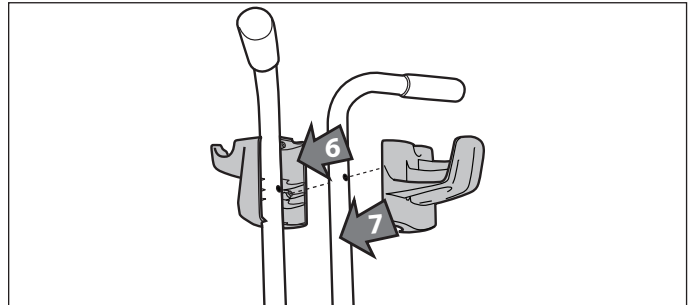

Figure 6. Installer les crochets sur les poignées supérieures
4. Positionner le crochet du câble d'alimentation et le crochet du module de commande sur les tubes supérieurs, tel qu'il est indiqué à la Figure 6. Assurez-vous que les tubes supérieurs (poignées) sont bien orientés.